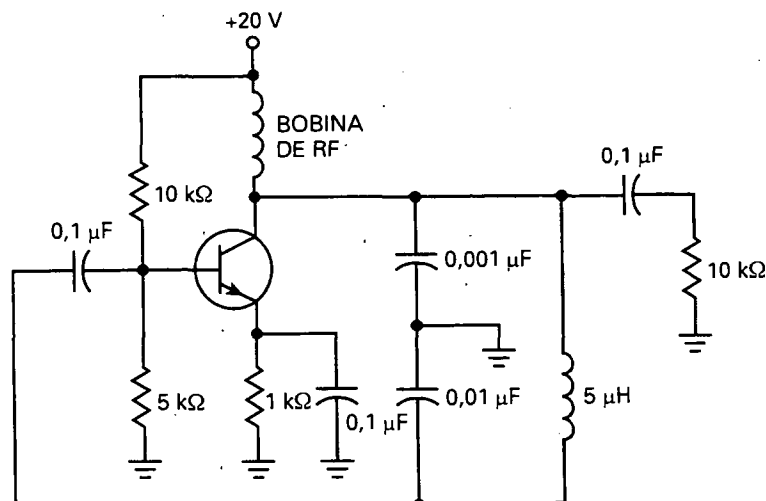

Figura 23-50
- 23-8. ¿Cuál es el valor aproximado de la corriente continua de emisor en la Figura 23-50? ¿Cuál es la tensión continua colector-emisor?
- 23-9. ¿Cuál es la frecuencia de oscilación aproximada en la Figura 23-50? ¿Cuál es el valor
- 23-10. Si el oscilador de la Figura 23-50 se vuelve a diseñar para tener un amplificador en BC similar al de la Figura 23-18, ¿cuál es la fracción de realimentación?
- 23-11. Si el valor de L se duplica en la Figura 23-50, ¿cuál es la frecuencia de oscilación?
- 23-12. ¿Qué se le puede hacer a la bobina de la Figura 23-50 para duplicar la frecuencia de oscilación?
- 23-13. Si un condensador de 47 pF se conecta en serie con la bobina de $5 \text{ } \mu\text{H}$ de la Figura 23-50, el circuito se convierte en un oscilador Clapp. ¿Cuál es la frecuencia de oscilación?
- 23-27. El oscilador Colpitts de la Figura 23-50 no arranca. Mencione al menos tres averías posibles.
- 23-30. Seleccione un valor de L en la Figura 23-50 para tener una frecuencia de oscilación de 2,5 MHz.